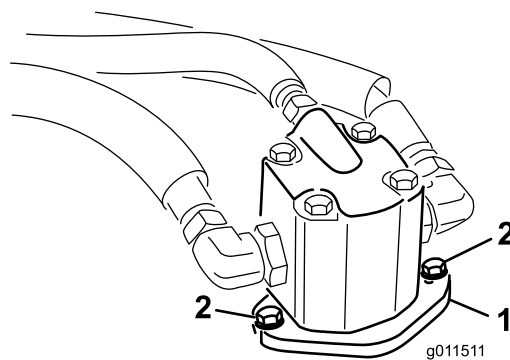

Рисунок 70
- Снимите болты крепления гидромотора к режущему блоку (Рисунок 70). Поднимите гидромотор с режущего блока и уложите его на верх режущего блока.